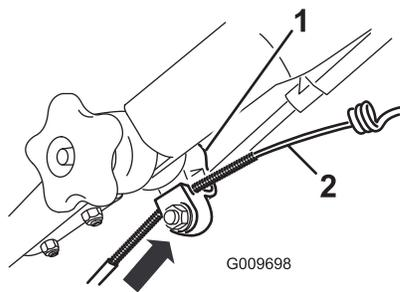

Figuur 48
3. Trek de kabelmantel naar beneden tot de speling in de blootgelegde kabel weg is (Figuur 48).